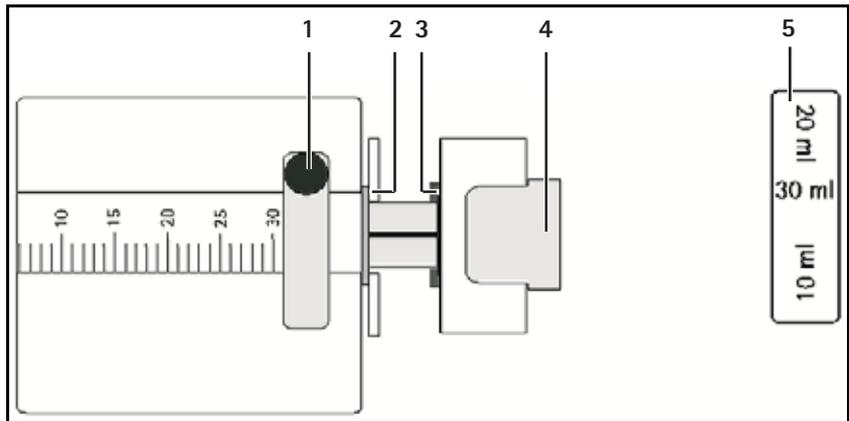

Fig. 4-9 Heparinspritze
- Spritzenanschlag (Fig. 4-9, 5) so einstellen, dass die Spritzengröße der verwendeten Spritze lesbar ist.
- Entriegelungshebel (4) entriegeln und Antrieb herausziehen.
- Spritzenbügel (1) anheben und drehen.